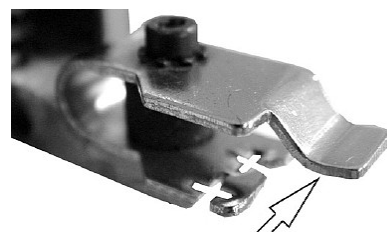

Abb. 6: Stiftlose Klinge einsetzen
Schritt 4: Setzen Sie das Messer und die Adapter in die Maschine ein (Abb.6). Das Messer nun auf die richtige Länge einstellen.